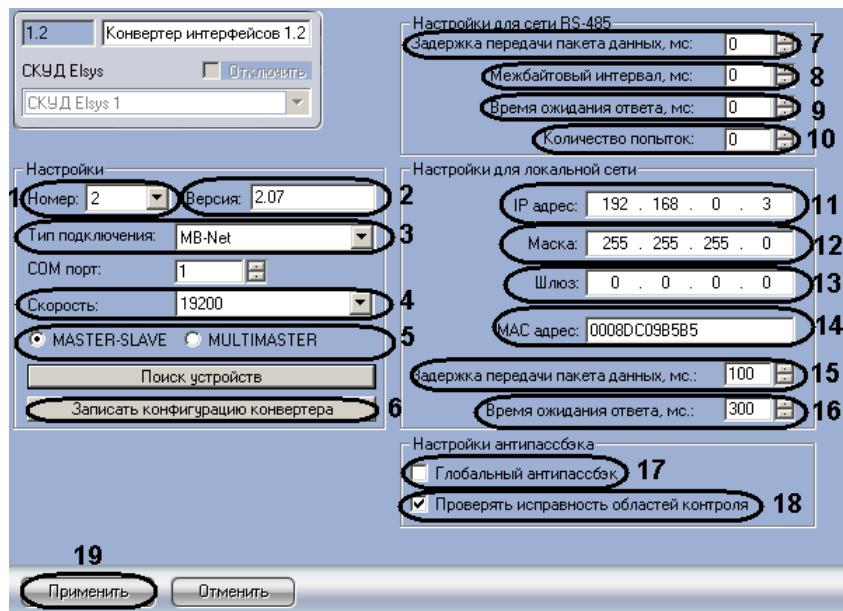

Рис. 3.2-7 Панель настроек объекта Конвертер интерфейсов
2. Перейти на панель настроек объекта Конвертер интерфейсов (Рис. 3.2-7).
3. Из раскрывающегося списка **Номер**: выбрать уникальный идентификатор КСК (см. Рис. 3.2-7, 1).
4. Ввести версию КСК в соответствующем поле (см. Рис. 3.2-7, 2).
5. Выбрать тип подключения **MB-Net** из соответствующего раскрывающегося списка (см. Рис. 3.2-7, 3).
6. Выбрать скорость подключения из соответствующего раскрывающегося списка (см. Рис. 3.2-7, 4).
7. Установить переключатель в положение, соответствующее необходимому режиму информационного обмена по линии связи (см. Рис. 3.2-7, 5).
8. Установить с помощью кнопок **вверх-вниз** задержку перед посылкой очередного пакета данных от контроллеров к КСК или Серверу в миллисекундах в соответствующем поле (см. Рис. 3.2-7, 7).
9. В поле **Межбайтовый интервал, мс:** установить с помощью кнопок **вверх-вниз** время в миллисекундах, задающее максимальное время, для интервала между поступлением двух символов в линию связи (см. Рис. 3.2-7, 8).
10. Установить помощью кнопок **вверх-вниз** полный период времени простоя между получениями пакетов данных в миллисекундах в поле **Время ожидания ответа, мс:** (см. Рис. 3.2-7, **9**).
11. Установить с помощью кнопок **вверх-вниз** значение в поле **Количество попыток:**, которое определяет число попыток получить ответ от контроллера, после чего связь с контроллером считается потерянной (см. Рис. 3.2-7, **10**).
12. Ввести IP-адрес КСК в соответствующем поле (см. Рис. 3.2-7, **11**).
13. Ввести маску подсети КСК в соответствующем поле (см. Рис. 3.2-7, **12**).
14. Ввести адрес шлюза КСК в соответствующем поле (см. Рис. 3.2-7, **13**).
15. В поле **MAC адрес:** ввести уникальный аппаратный Ethernet-адрес КСК (см. Рис. 3.2-7, **14**).
16. Установить с помощью кнопок **вверх-вниз** значение в поле **Задержка передача пакета данных, мс:**, которое определяет задержку передачи очередного сообщения при работе КСК в режиме рассылки широковещательных UDP сообщений в миллисекундах (см. Рис. 3.2-7, **15**).
17. Установить с помощью кнопок **вверх-вниз** значение в поле **Время ожидания ответа, мс:**, которое определяет время ожидания очередной посылки от очередного устройства при работе КСК в режиме рассылки широковещательных UDP сообщений в миллисекундах (см. Рис. 3.2-7, **16**).
18. Для контроллеров, которые будут подключены через сеть Ethernet, установить флагок **Глобальный антипассбэк** для включения глобального контроля последовательности прохода (защиты от повторного использования идентификатора для прохода в одном направлении), сохраняющего свою полную функциональность при отсутствии связи с Сервером (подробнее о режимах работы антипассбэка СКУД Elsys можно узнать в официальной справочной документации по данной системе, см. Рис. 3.2-7, **17**).
19. Снять флагок **Проверять исправность областей контроля** (по умолчанию установлен), если необходимо, чтобы контроль последовательности прохода работал всегда. Если флагок установлен, то происходит автоматическое отключение контроля последовательности прохода при наличии неисправных областей контроля (т.е. тех, которые содержат отсутствующие на линии связи устройства, см. Рис. 3.2-7, **18**).
20. Для сохранения внесенных изменений нажать кнопку **Применить** (см. Рис. 3.2-7, **19**).
21. Для записи установленной конфигурации в КСК нажать кнопку **Записать конфигурацию конвертера** (см. Рис. 3.2-7, **6**).